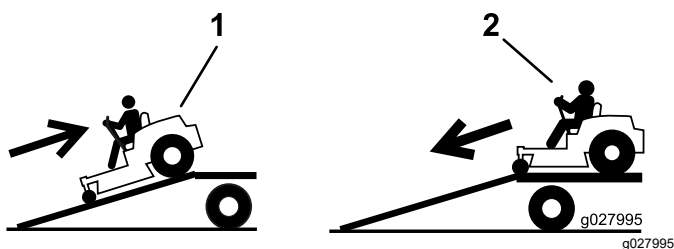

Figura 32
4. Suba a rampa em marcha atrás (Figura 32).
2. Desça a rampa em marcha para a frente (Figura 32).